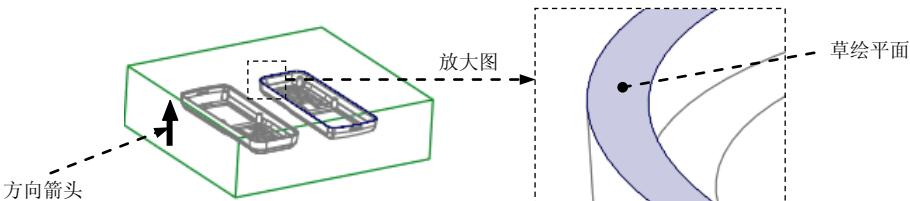

图 31.10 定义草绘平面
Step5. 选择草绘平面。在系统选择或创建一个草绘平面的提示下，选择图31.10所示的表面为草绘平面。在▼ DIRECTION (方向)菜单中选择Flip (反向)命令，然后再选择Okay (确定)命令，图31.10中的箭头方向为草绘的方向。在▼ SKET VIEW (草绘视图)菜单中选择Right (右)命令，选取MOLD_FRONT基准平面为参考平面。